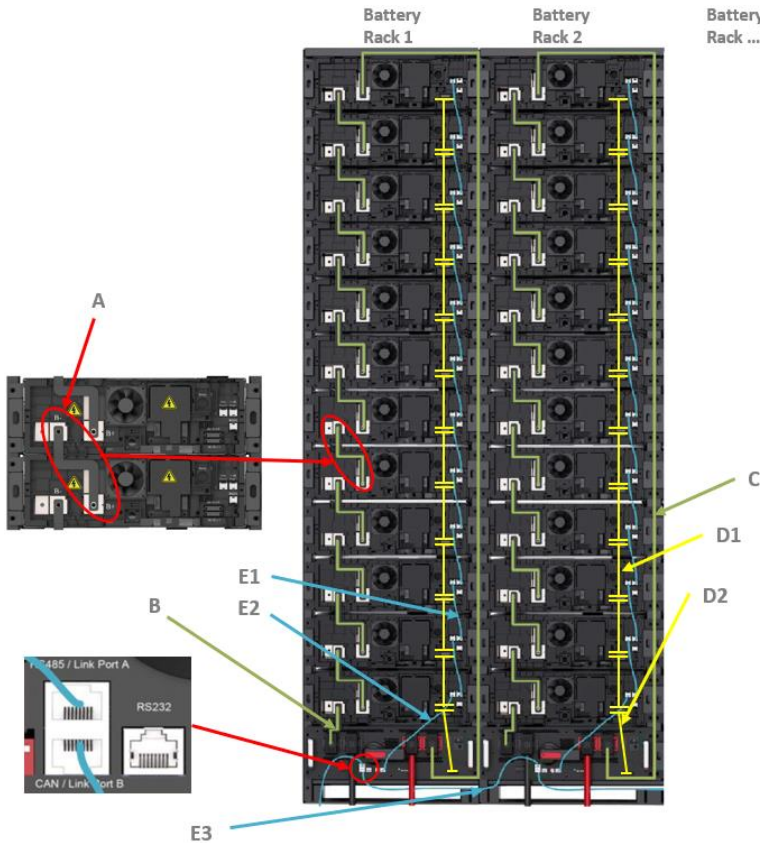
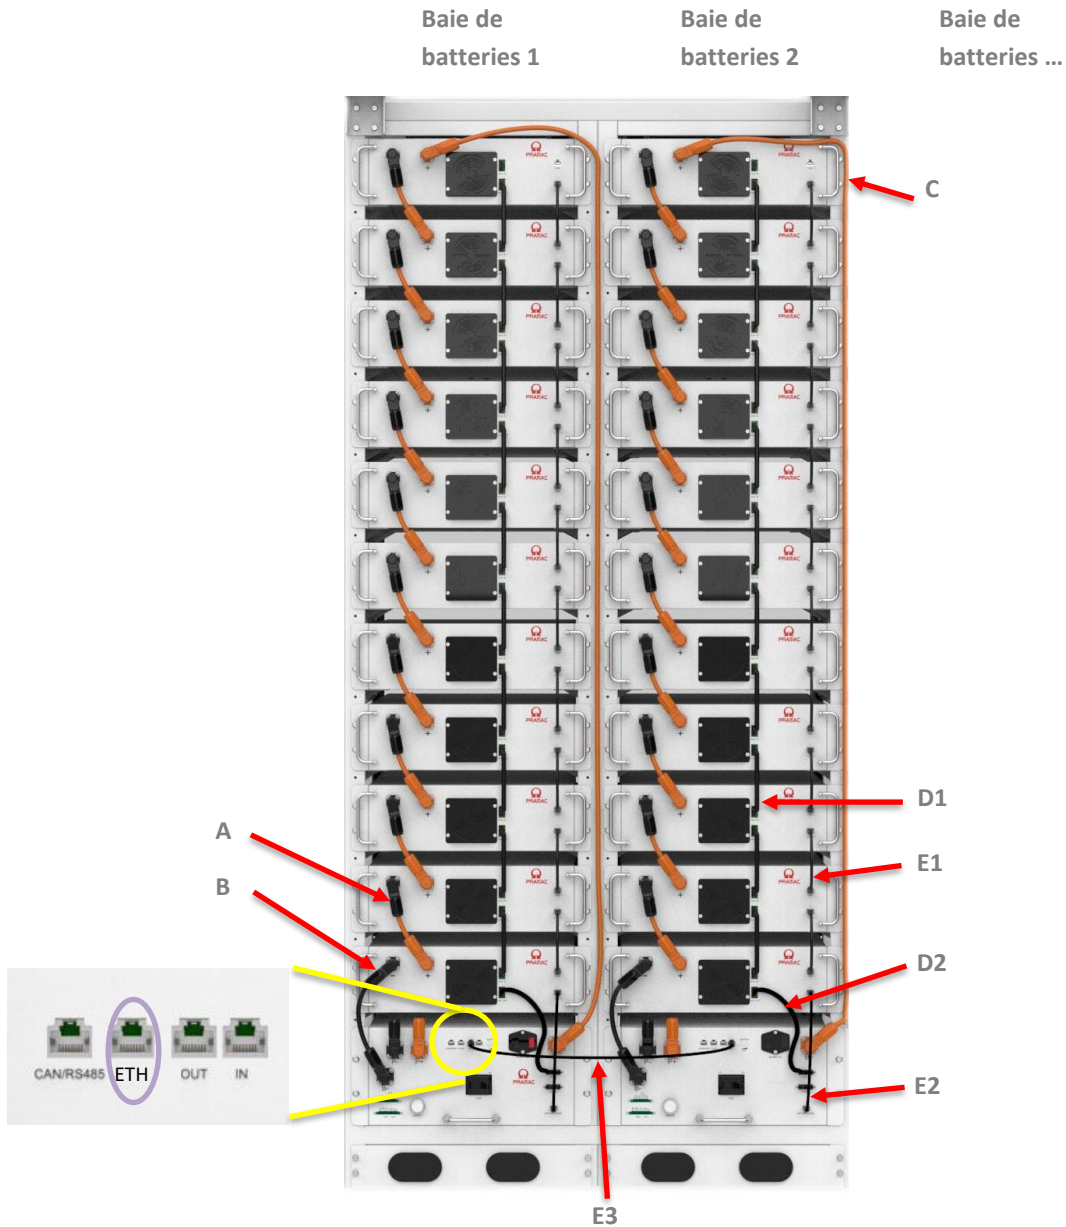

Figure 3-11 : Présentation du câblage de la baie de batterie BSC MAX Pro
Figure 3-13 : Présentation du câblage de BSC PWR
- Connecter le câblage CC comme indiqué (lignes A, B et C – voir « Figure 3-11 : Présentation du câblage de la baie de batterie BSC MAX Pro »).
Voir la « Figure 3-11 : Présentation du câblage de la baie de batterie BSC MAX Pro » et « Figure 3-13 : Présentation du câblage de BSC PWR ».